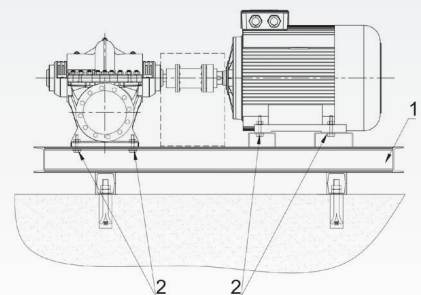

Рисунок 2
5. При необходимости использовать прокладки для компенсации высоты. При наличии, прокладки, всегда следует устанавливать непосредственно слева и справа от анкерных болтов между опорной плитой/фундаментом. Если расстояния между болтами (L)>800 мм, необходимо установить дополнительные прокладки посередине между отверстиями под болты.
6. Убедиться, что все прокладки установлены абсолютно заподлицо. Рис. 2
- Соответствующие прокладки должны быть предусмотрены между насосом и опорной рамой, чтобы в случае замены можно было установить ту же высоту между нижней частью и осевой линией. Рис. 2